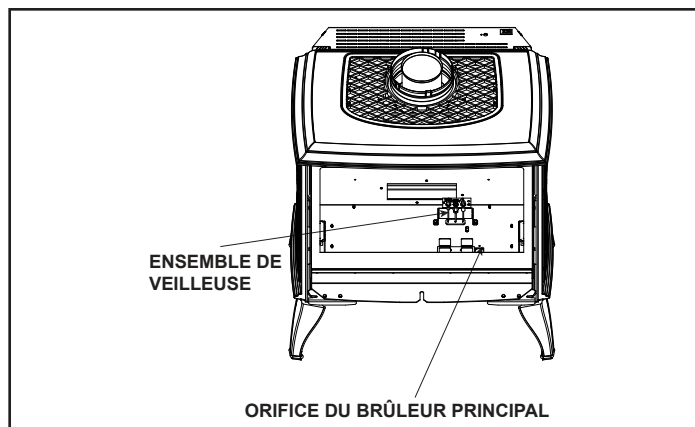

Figure 6.13
14. Grâce à la clé plate de 3/8 po, remplacez l'orifice principal du brûleur par celui inclus dans l'ensemble de conversion. Utilisez l'orifice approprié au type de gaz. Voir la Figure 6.13.